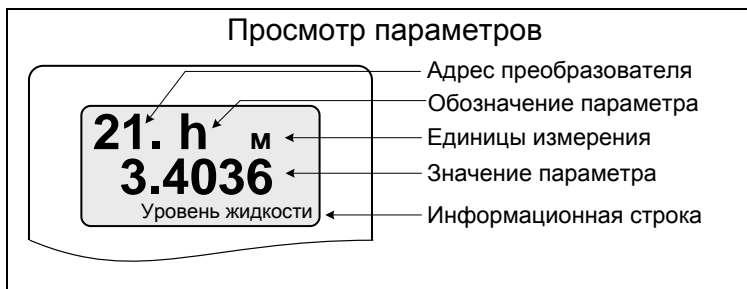

Рисунок 5
3.6.3.1 Просмотр измеренных параметров осуществляется в основном режиме работы сигнализатора – **«рабочем режиме»**. В «рабочем режиме» на табло сигнализатора отображается адрес устройства, обозначение, числовое значение и единицы измерения параметра (рисунок 5). Также на табло в рабочем режиме отображается информационная строка, которая расшифровывает обозначение параметра.